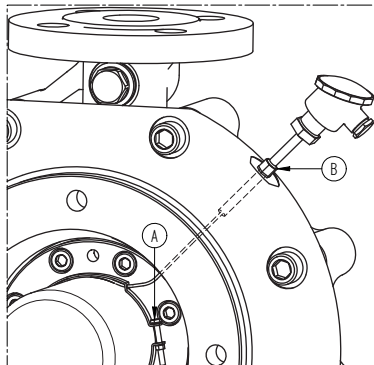

Рисунок 15: Внутреннее соединение датчика температуры.
- 6 Если насос оборудован датчиком температуры, осторожно снимайте хомут шланга, откручивая винт А (Рисунок 15). После этого ослабьте винт В и снимите соединительную головку вместе с соединительной трубкой, одновременно направляя датчик температуры с внутренней стороны через отверстие.
19 Если насос оборудован датчиком температуры, направьте датчик температуры с наружной стороны через отверстие и установите соединительную головку и трубку на промежуточную крышку. Затем направьте датчик температуры через отверстие в хомуте шланга и установите хомут шланга в положение, показанное на Рисунок 15.